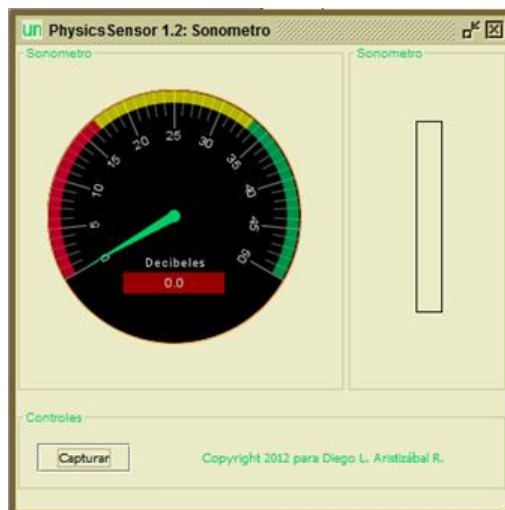

Figura 7.1: Ventana del módulo **Sonometro** de **PhysicsSensor**
- ✓ Ejecutar el programa **Sonometro** haciendo click en el botón correspondiente de la ventana principal de **PhysicsSensor**, Figura 1.1. Se despliega la ventana de la Figura 7.1.